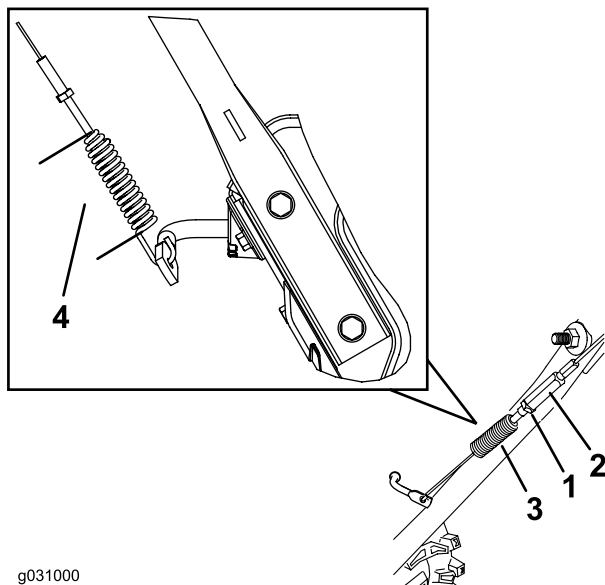

Figura 29
- Desaperte e aperte o tensor para ajustar o comprimento da mola para 7 cm como se mostra na Figura 29.
- Aperte a porca de retenção (Figura 29) assegurando que existe uma ligeira tensão no cabo.